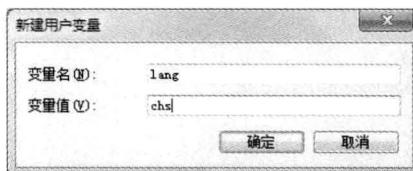

图 1.11 【新建用户变量】对话框
Step 4 单击【(用户名) 的用户变量】选项组中的【新建】按钮，系统弹出如图 1.11 所示对话框。在该对话框中可以进行变量名称和变量值的赋予。